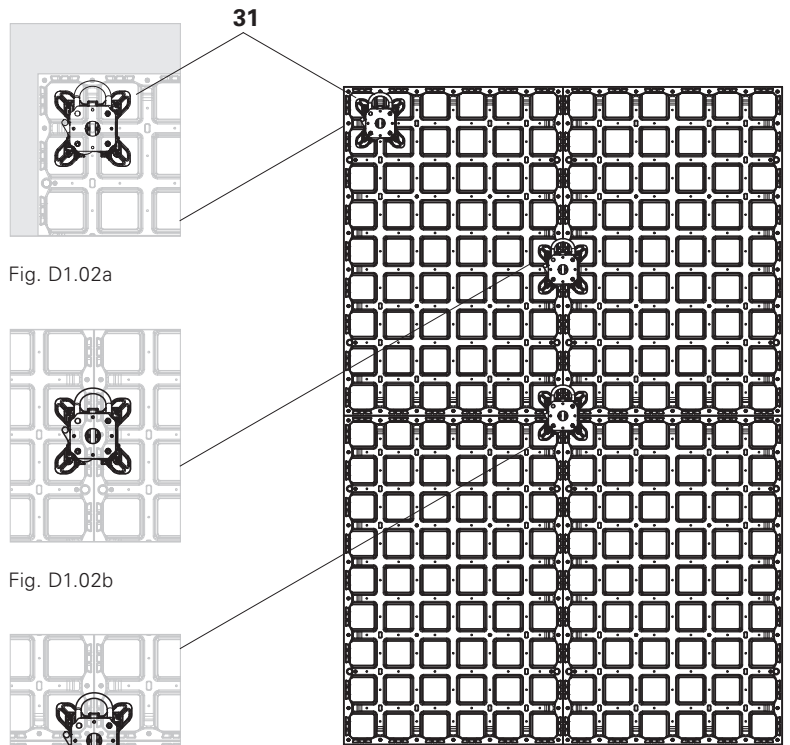

Fig. D1.02a
- au niveau d'une entretoise de cadre (Fig. D1.02a)